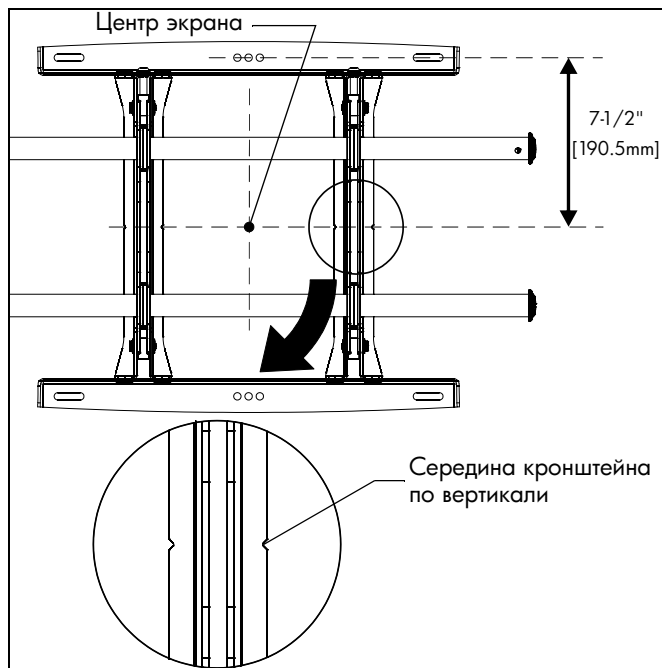

рис. 1
3. Совместите прорези на креплении с отметкой середины экрана, чтобы определить середину по вертикали. (См. рис. 1)
2. Совместите прорези на креплении с отметкой середины экрана, чтобы определить середину по вертикали. (См. рис. 1)
3. Отмерьте 190,5mm (7-1/2") вверх от средней линии и отметьте место верхнего монтажного отверстия. (См. рис. 1)